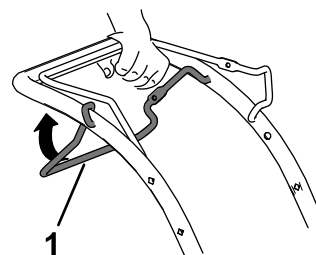

Figura 13
- Per innestare la trazione automatica, tirate la barra della trazione automatica verso la stegola e mantenetele in posizione (Figura 13).